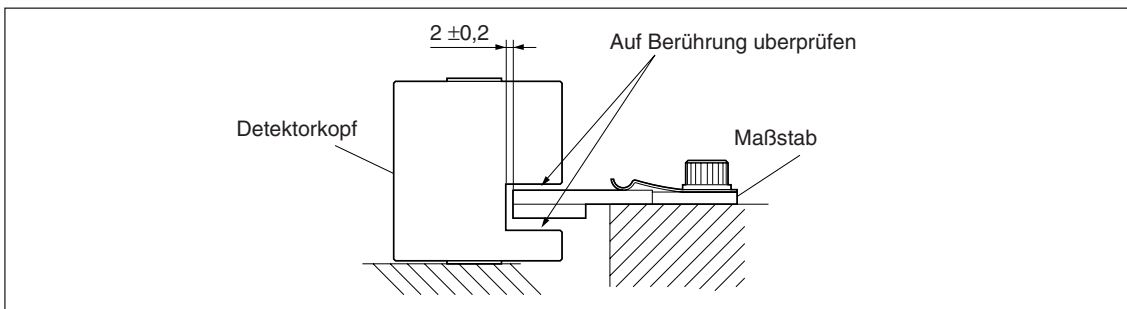

Abb. 3-19
- 4 Stellen Sie sicher, daß kein Kontakt zwischen Maßstab und Detektorkopf besteht, und daß ein Abstand von $2 \pm 0,2 \text{ mm}$ vorhanden ist, wie in Abb. 3-19 gezeigt.